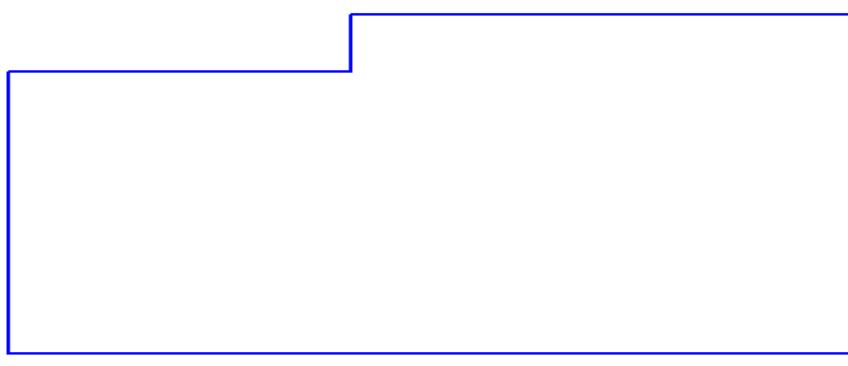

Рис. 5
- Получившийся отрезок поставьте на осевую вспомогательную линию, которую начертили в пункте 1 (рис. 5).
- Нажмите клавишу **Прервать команду**. Результат рис. 5.